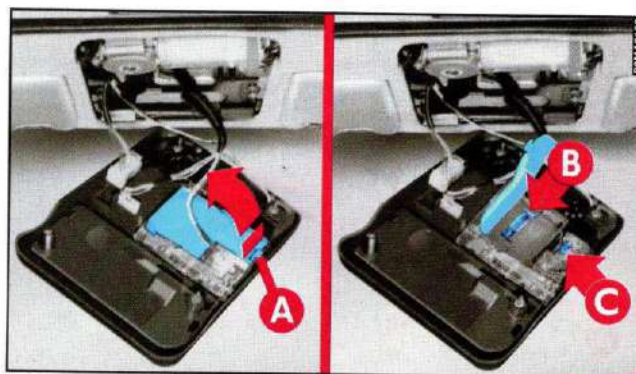

fig. 31
- 3) Premere la linguetta **A-fig. 31** per aprire il contenitore delle lampade.